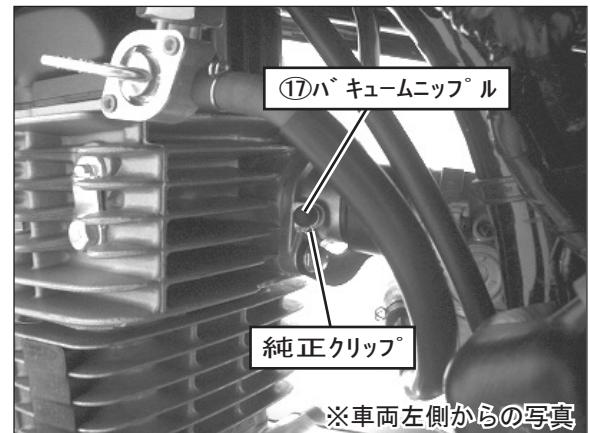

FIG. 5
5. バキュームチューブを外したインテークマニホールド部を、⑯バキュームニップルと、手順 3 で外した純正クリップを使用して塞いで下さい。 (FIG. 5 参照)